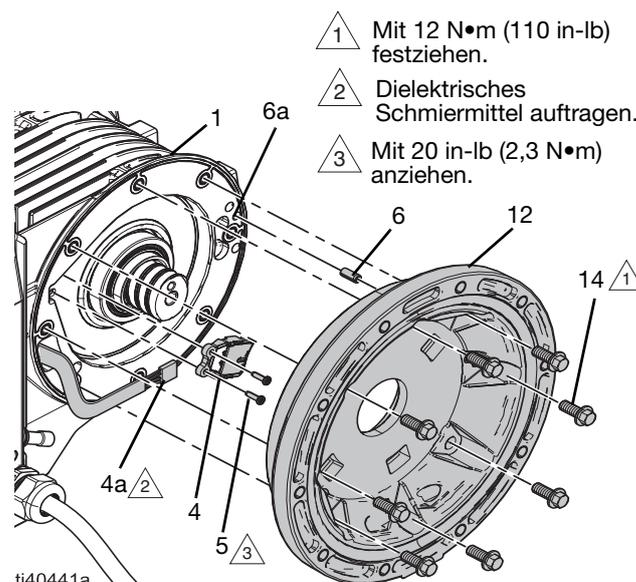
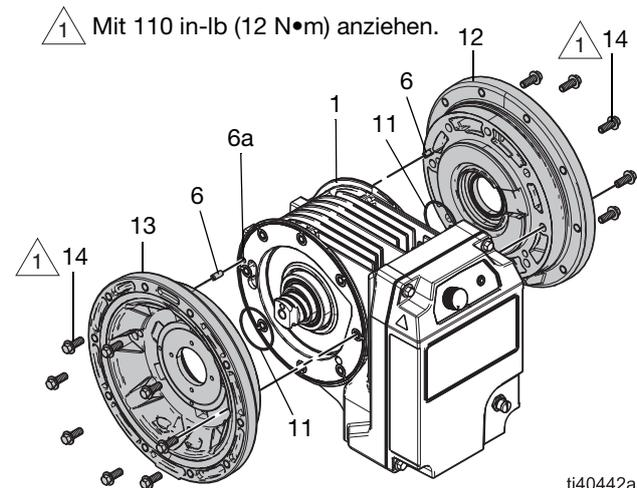

ABB. 12: Motorsensor
ABB. 13: Mittelgehäuse, Lastseite
Siehe ABB. 12.
Siehe ABB. 12 und ABB. 13.
2. Montieren Sie vorsichtig die sensorseitige Statorkappe (12):
- a. Bauen Sie eine neue Dichtung (11) in die Statorkappe (12) ein.
- b. Richten Sie den Stift (6) in der Statorkappe (12) auf das Stiftloch (6a) am Statorgehäuse (1) aus und setzen Sie die Statorkappe (12) vorsichtig ein. Vergewissern Sie sich, dass die Statorkappe richtig eingesetzt ist. Siehe ABB. 12.
Siehe ABB. 12 und ABB. 14.
4. Installieren Sie die Dichtung (47) an der Nabe (8).
5. Montieren Sie die andere Dichtung (11) an der Nabe Griff (8).
6. Montieren Sie die Vorspannmutter und die Nabe (9, 8) an der lastseitigen Kappe (13):
- a. Tragen Sie Gleitmittel auf die Nabengewinde (8) auf.
- b. Schrauben Sie die Vorspannnabe (8) auf die lastseitige Statorkappe (13). Stellen Sie sicher, dass die Lippen der Vorspannnabe (8) zur Mitte des Rotors (7) zeigen.
- c. Drehen Sie die Nabe (8), bis die Dichtung (47) die Bohrung der Kappe (13) berührt.
- d. Montieren Sie die lastseitige Statorkappe (13) auf dem Statorgehäuse (1). Bauen Sie zunächst eine neue Dichtung (11) in die Statorkappe (13) ein. Siehe ABB. 13.
- e. Richten Sie den Stift (6) in der Statorkappe (13) auf das Stiftloch (6a) am Statorgehäuse (1) aus und setzen Sie die Statorkappe (13) vorsichtig ein. Vergewissern Sie sich, dass die Statorkappe richtig eingesetzt ist. Siehe ABB. 13.
- f. Bauen Sie die Befestigungen (14) in die Statorkappe (13) ein. Mit 12 N•m (110 in-lb) festziehen. Siehe **Anweisungen zum Drehmoment**, Seite 38.
- g. Setzen Sie das Montagewerkzeug für die Vorspannnabe in die Vorspannnabe (8) ein.
- h. Ziehen Sie die Vorspannnabe (8) mit einem passenden Schraubenschlüssel am Montagewerkzeug für die Vorspannnabe mit einem Drehmoment von 27 N•m (20 ft-lb) an.